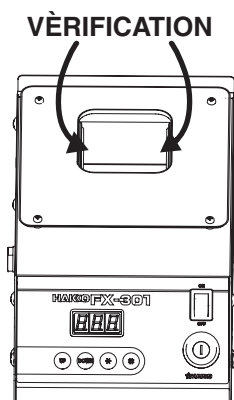

Fig.3
- Autour de l'élément chauffant de l'appareil et à l'intérieur du calorifuge (Fig.3 et Fig.4)